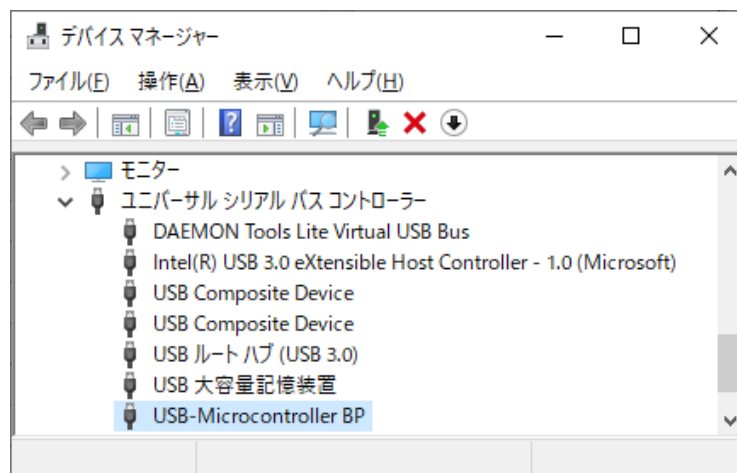

図 8 Windows 10 のドライバインストール確認
5. デバイスを USB ケーブルでパソコンに接続します。図 8 のように「デバイスマネージャ」の画面に [USBM-Microcontroller BP] (または、[USBM-Microcontroller SP]) と表示されれば、ドライバは正しくインストールされています。